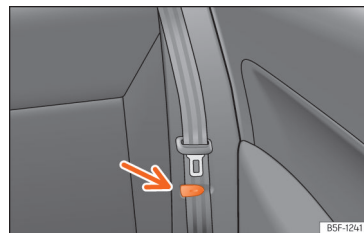

Рис. 95 Заднє сидіння: затискач для ременя безпеки.
- Зафіксуйте ремені безпеки крайніх сидінь за допомогою затискачів >>> **рис. 95**.